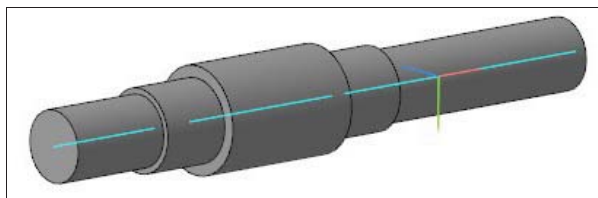

Рис. 19.19. Модель Вал
- ◆ щелкните ЛК по кнопке **Создать объект**. На клавиатуре нажмите клавишу <F9> для показа всей модели. У вас должно получиться, как на рис. 19.19. Одновременно в **Дереве** модели появится элемент **Элемент вращения:1** со своей пиктограммой.